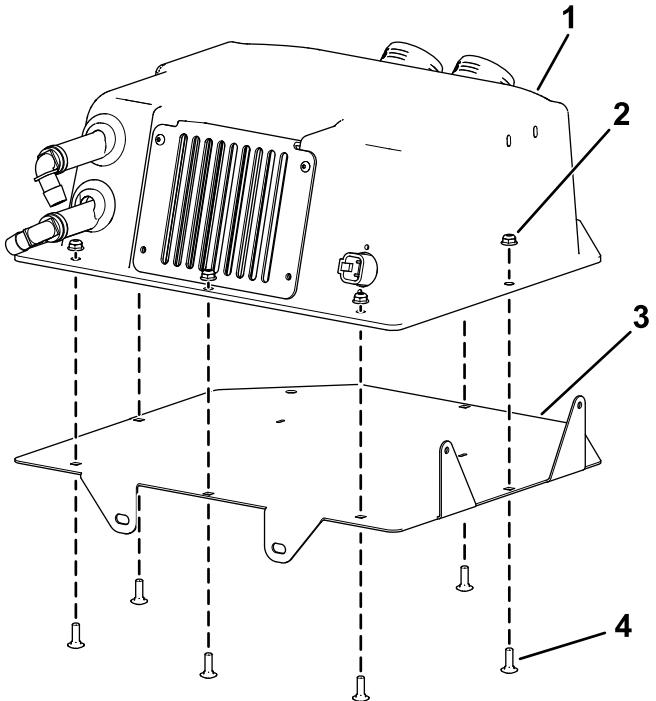

Bild 15
6. Befestigen Sie den Heizkasten mit 6 Schlossschrauben ($\frac{1}{4} \times \frac{3}{4}$ ") und 6 Sicherungsmuttern ($\frac{1}{4}$ ") an der Heizungsbefestigungshalterung; siehe Bild 15. Ziehen Sie Schrauben auf ein Drehmoment von $11 \text{ N}\cdot\text{m}$ an.